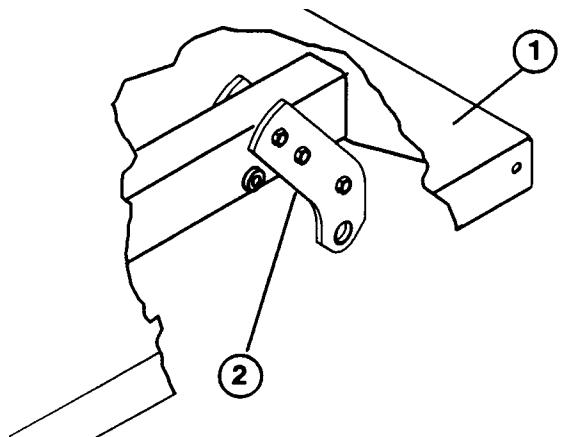

Bild 4
3. Die hinteren Gelenkklaschen mit einem Gelenkrohr, 3/8-16 x 3-3/4" Sechskantschraube und Sperrmutter locker zusammenbauen, wobei die auf Bild 4 gezeigten Löcher zu verwenden sind.
**ANMERKUNG:** Bei Workman 3000 mit Vollmulde ist sicherzustellen, daß die hinteren Gelenkklaschen so mit dem Muldenrahmen/U-Profil verschraubt sind, daß das untere Ende nach hinten abgeschrägt ist (Bild 4).